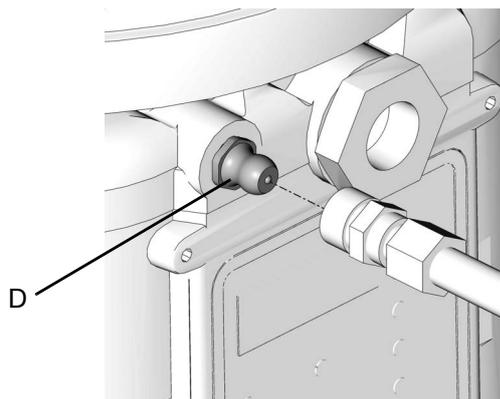

FIG. 12
<ul style="list-style-type: none"> • Pulire sempre il raccordo di ingresso (D) (FIG. 12) con un panno asciutto pulito prima di riempire il serbatoio. Sporco e/o detriti possono danneggiare la pompa e/o il sistema di lubrificazione. • È necessario fare attenzione durante il riempimento del serbatoio con una pompa di trasferimento pneumatica o elettrica per non pressurizzare e rompere il serbatoio.